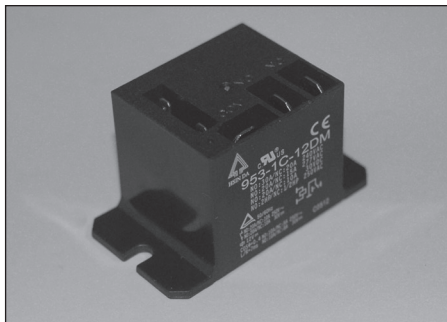

Figura 10
- Montar el módulo disyuntor de alimentación, **Figura 10**, tan cerca del quemador de aceite como sea posible.